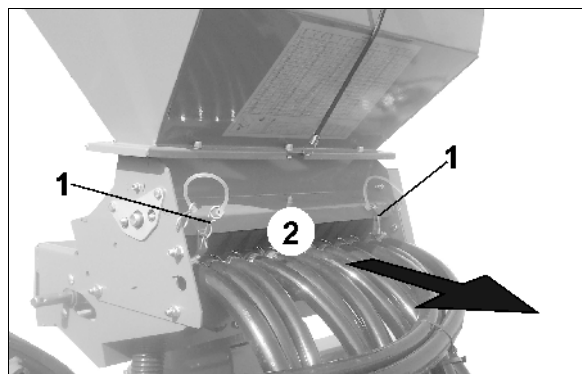

Fig. 38
1. Beide Federstecker (Fig. 38/1) ziehen.
2. Dosiereinheit (Fig. 38/2) bis zum Anschlag nach hinten herausziehen.